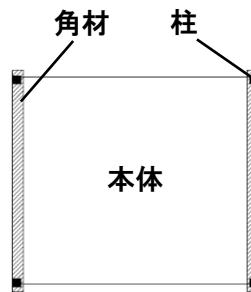

図 2.角材位置(平面図)
- 角材等を挟む場合は、4 隅の柱に近い位置で受けてください。(図 2 参照)